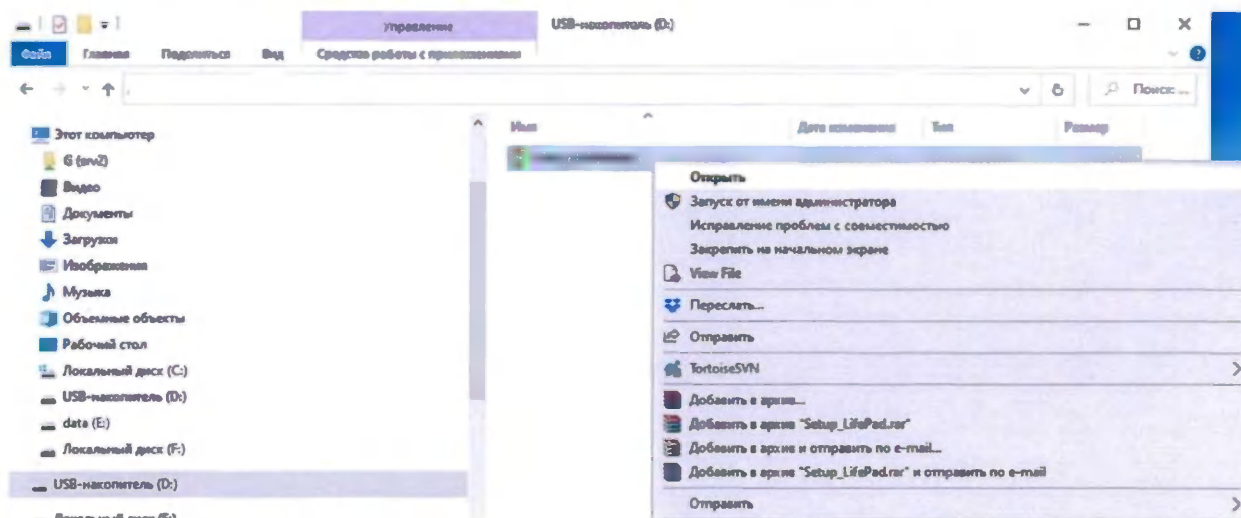

Рисунок 12. Запуск установки программного обеспечения «LifePad», версия программного обеспечения 2.0.0
3. После перехода по ссылке (см п.2) откроется окно (рисунок 12), в котором находятся установочные файлы программного обеспечения Анализатора «Setup_LifePad_ver_1.0_rev_36»⁷:
4. Запустите установочный файл «Setup_LifePad.exe» (рисунок 12).